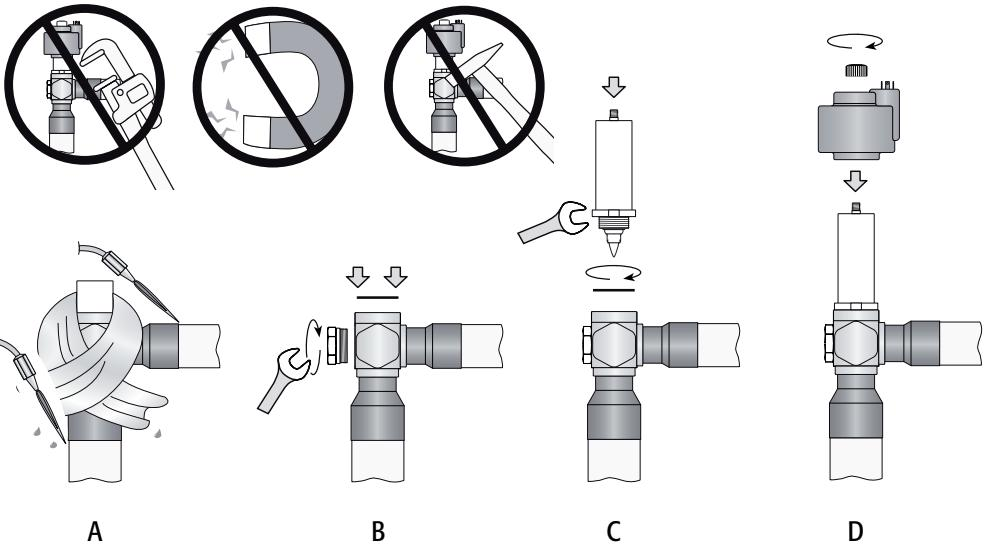

Fig. 4
Le valvole E⁴V devono essere saldate al circuito mediante brasatura dei raccordi in rame ai tubi di uscita condensatore (IN) e di ingresso evaporatore (OUT). Seguire la successione indicata in Fig. 4.
- Avvolgere uno straccio bagnato sul corpo della valvola e procedere alla saldatura senza surriscaldarla orientando la fiamma verso l'estremità dei raccordi come da fig. 4 A (per una migliore brasatura senza alterare la tenuta della zona di saldatura tra corpo e raccordi utilizzare **lega con temperatura di fusione inferiore a 650 °C** o con tenore di argento superiore del 25 %).
- A valvola fredda, avvitare sul corpo valvola la spia di flusso all'interno dell'apposito alloggiamento filettato (in linea con il raccordo trasversale) con una chiave esagonale da 27 mm verificando la presenza dell'O-ring (OR2081 -diametro interno 20.35 mm - spessore 1.78 mm - materiale: Neoprene) che ne garantisce la tenuta ermetica. Serrare la spia fino al raggiungimento del fine corsa meccanico del filetto (Fig. 4 B).
- Utilizzare l'O-ring (OR3106 -diametro interno 26.64 mm - spessore 2.62 mm - materiale: Neoprene) presente nella confezione per poi inserirlo nell'apposita cava schiacciandolo con la pressione del dito. Verificare la corretta posizione dello stesso testandone l'adesione uniforme sul fondo della sede di tenuta (Fig. 4 B).
- Avvitare nel corpo valvola la cartuccia in acciaio sull'apposito alloggiamento filettato con una chiave esagonale da 34 mm verificando la presenza dell'O-ring sulla cava il quale garantisce la tenuta ermetica. Serrare la cartuccia fino a quando l'O-ring non sia completamente schiacciato (Fig. 4 C).
- Inserire il motore rosso sulla cartuccia fino a far fuoriuscire il perno filettato della stessa (Fig. 4 D).
- 2) Wrap a wet rag around the body of the valve and weld the fittings, without overheating the valve, aiming the flame at the end of the fittings as shown in Fig. 4 A (for better braze welding without affecting the seal of the weld between the body and the fittings, use **alloys with a melting temperature of less than 650 °C** or with a silver content higher than 25%).
- 3) When the valve has cooled down, tighten the flow sight glass to the special threaded socket in the valve body (in line with the cross fitting) using a 27 mm Allen key, making sure the O-ring is fitted (OR2081 -inside diameter 20.35 mm - thickness 1.78 mm - material: Neoprene) to ensure hermetic tightness. Tighten the sight glass to the end of the thread (Fig. 4 B).
- 4) Insert the O-ring (OR3106 -inside diameter 26.64 mm - thickness 2.62 mm - material: Neoprene) included in the packaging into the corresponding opening, pressing it by finger. Check the correct position of the O-ring by making sure there is uniform adhesion on the bottom of the seal seat (Fig. 4 B).
- 5) Tighten the steel cartridge to the special threaded socket in the valve body using a 34 mm Allen key, making sure the O-ring is fitted to ensure hermetic tightness. Tighten the cartridge until the O-ring is completely compressed (Fig. 4 C).
- 6) Insert the red motor on the cartridge until the threaded pin comes out (Fig. 4 D).